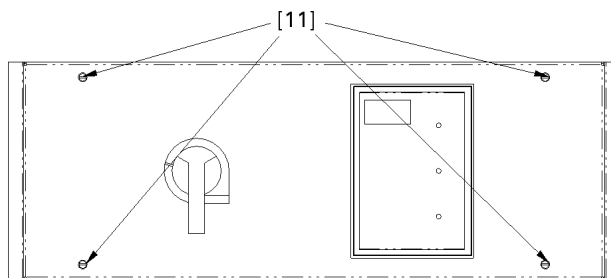

Figure 12. Montage de l'assemblage de la plaque d'obturation sur les supports.
8. Monter l'assemblage de la plaque d'obturation aux supports d'obturation, tel qu'illustré à la Figure 12. Fixer avec quatre vis autotaraudeuses 10-32 x 7/16" [11] et serrer à 22 lb.-po.